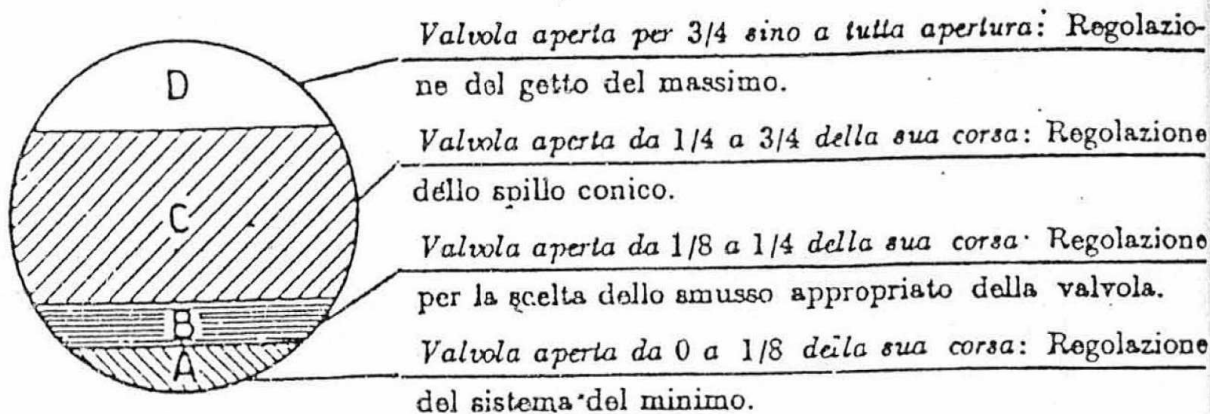

Fig. 1
#### Regolazione del passaggio (vedi schema fig. 1 parte B).
**Regolazione dello spillo:** (vedi schema fig. 1 parte « C »).
La regolazione della posizione esatta dello spillo è consigliabile eseguirla su strada regolando la valvola gas come mostrato nello schema fig. 1 parte C. Anche qui si tratta di ripetere le solite verifiche cogli stessi sistemi usati per il controllo del « passaggio ».
**Regolazione del massimo** (vedi schema fig. 1 parte « D »).
Detta regolazione si effettua sempre su strada. Essa è compresa circa nell'ultimo quarto di apertura della valvola gas parte D dello schema fig. 1). Parte dove si verifica sempre la massima influenza del getto. Quindi è in questo campo che bisogna in principal modo agire, sempre con lo stesso sistema usato per il controllo del « passaggio », onde determinare se il getto è troppo piccolo o troppo grande, e precisamente: